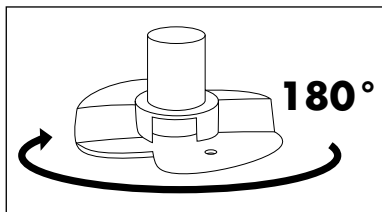
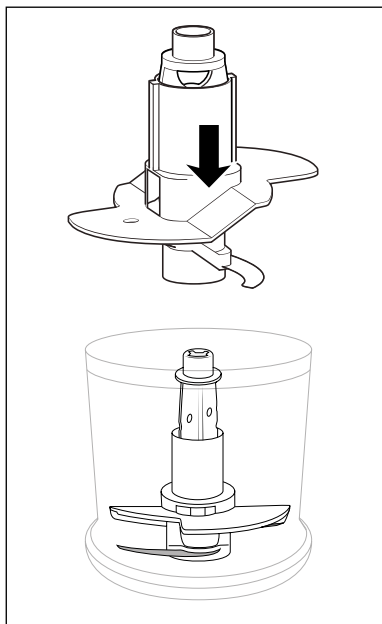

Fig. 2
Fig. 3
- For at piske 200 ml fløde skal du dreje piskedelen **10** 180° vandret (fig. 2), så den kun sidder på én kniv **7** og går i indgreb (fig. 3). Så piskes fløden hurtigt: